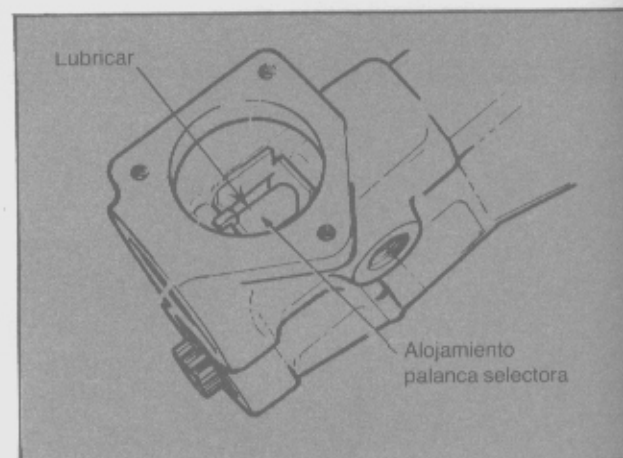

Fig. 8
- Lubricar el alojamiento del extremo de la palanca selectora e instalar la misma sujetándola con los tornillos correspondientes (Fig. 8).